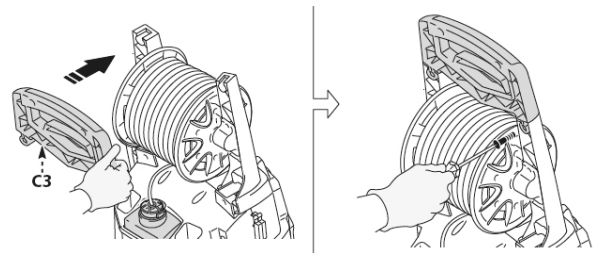

Abb. 4: Montage
Schritt 1: Stecken Sie den Handgriff (Pos. C3, Abb. 4) auf den Hochdruckreiniger und befestigen Sie ihn mit den 2 beiliegenden Schrauben (Pos. C10, Abb. 4).